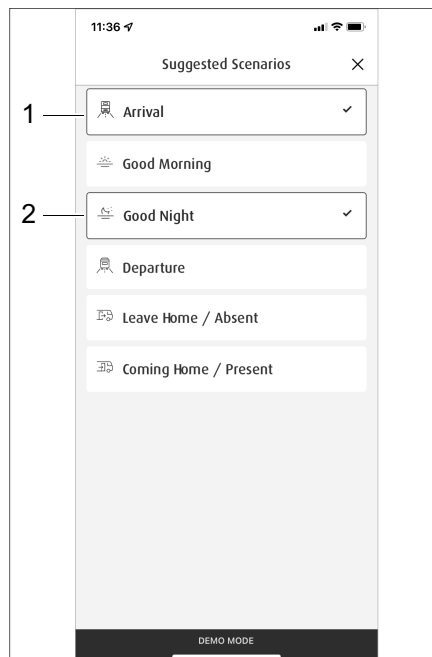
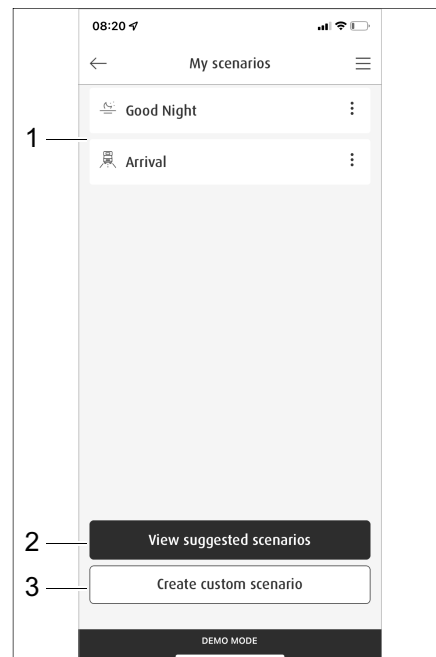

Fig. 297 Sélection de scénarios préétablis
Fig. 298 Gestion des scénarios
La rubrique *Scénarios* contient une liste de tous les scénarios enregistrés (Fig. 298,1). Des scénarios préétablis (Fig. 298,2) peuvent être consultés ou bien de nouveaux scénarios peuvent être créés (Fig. 298,3).
- Dans le menu *Scénarios*, appuyer sur la touche *Consulter les scénarios préétablis* (Fig. 298,2). Une liste des scénarios préétablis s'affiche.
- Appuyer sur la touche des scénarios souhaités, par ex. *Arrivée* (Fig. 297,1) et *Bonne nuit* (Fig. 297,2). Les touches des scénarios sélectionnés sont toujours entourés d'une bordure rouge et sont repris dans la liste du menu *Mes scénarios* (Fig. 298,1).